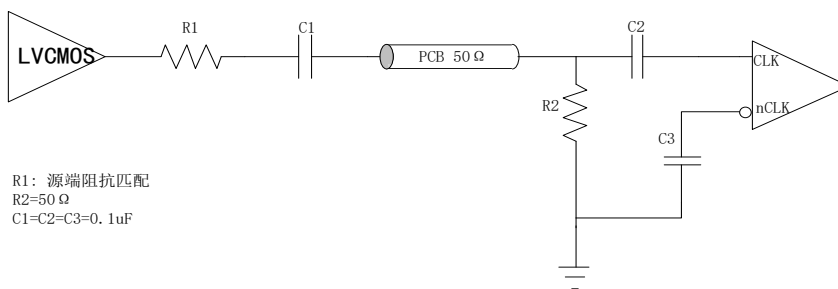
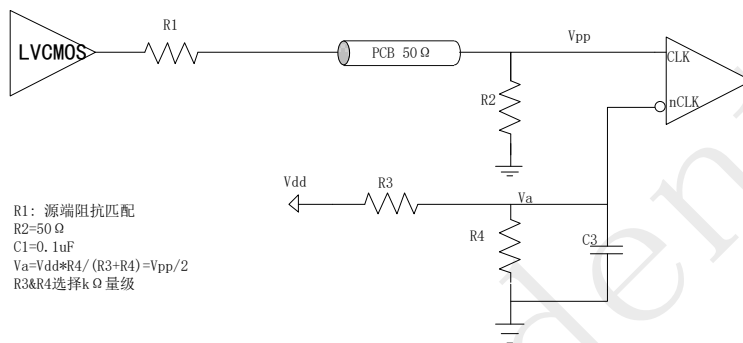

图3. LVC MOS 单端时钟驱动 CLK/nCLK 交流耦合
图4. LVC MOS 单端时钟驱动 CLK/nCLK 直流耦合
**CLK/nCLK 单端输入:** CLK/nCLK 也支持单端 LVCMOS 输入，通过耦合匹配电路将输入信号进行转换，满足规格书定义的电气参数。可以参考图 3 和图 4 推荐的匹配电路。